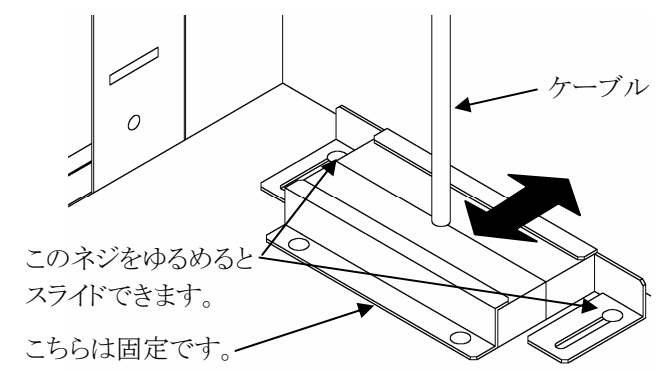

図21 底面ケーブルクランプ
- ② 底からはケーブルクランプのネジをゆるめ、後ろ側のクランプをスライドさせてケーブルを通してください。(図21)